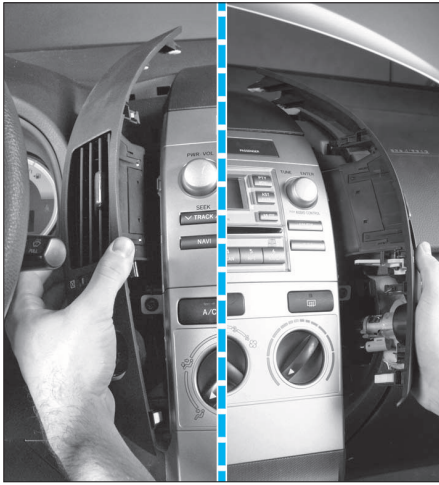

FIG. 8
- Déposer les aérateurs centraux (fig. 8).